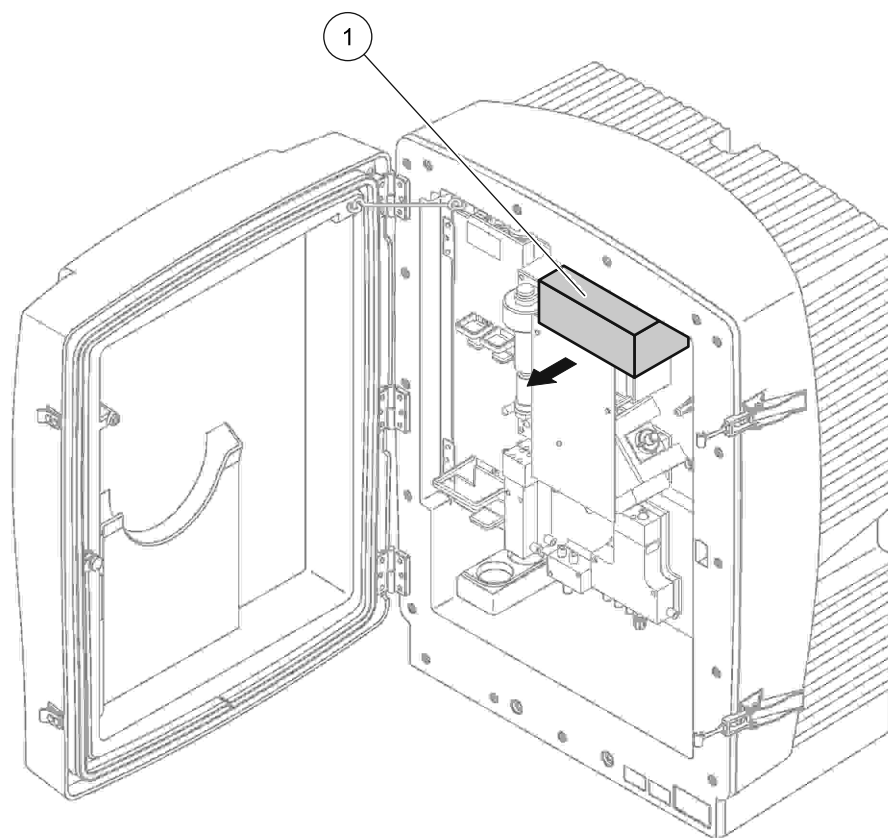

Figura 9 Remover as travas para transporte do painel do analisador
2. Remova a trava para transporte no painel do analisador (Figura 9).